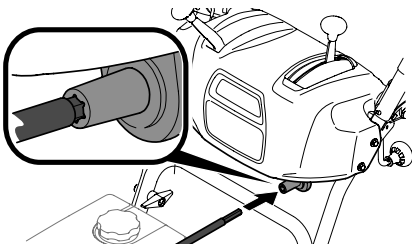

Figura 24
- Modelos con Rotación Superior - Inserte el extremo hexagonal del eje flexible en el acoplamiento de la varilla de control del canal debajo del panel de la manija (Figura 24).